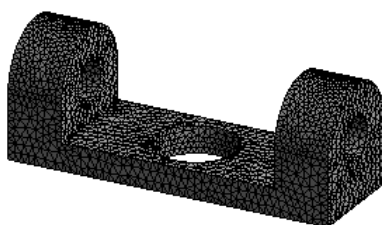

图 4.2.12 对网格参数进行初步修改后的结果
(1) 对网格参数进行初步修改。在“Details of ‘Mesh’”对话框的 **Relevance** 文本框中输入数值 100，在 **Sizing** 区域的 **Relevance Center** 下拉列表中选择 **Fine** 选项，在 **Element Size** 文本框中输入数值 10.0；单击 **Update** 按钮，此时网格结果如图 4.2.12 所示。